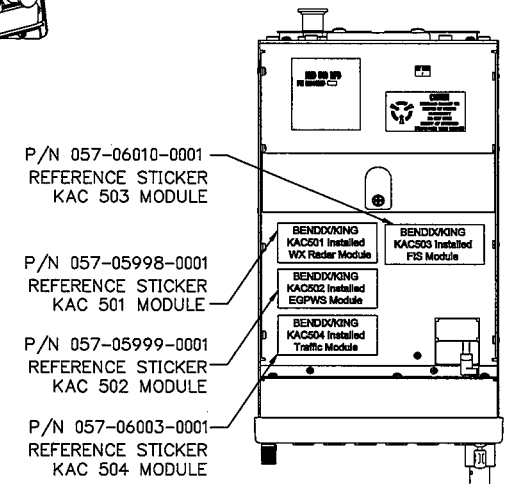

FIGURE 5
- INSTALL THE MODULE REFERENCE STICKERS ON THE KMD 540 MFD AS SHOWN IN FIGURE 5.